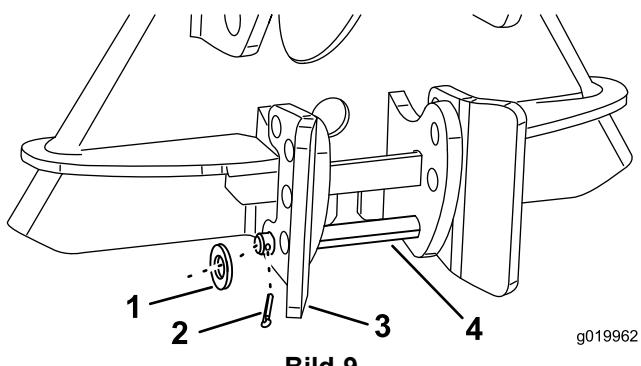

Bild 9
2. Stecken Sie den Stift durch die linke Anschlagplatte und durch das unterste Loch an der anderen Rechenanschlagplatte (Bild 8 und Bild 9).
3. Legen Sie eine Scheibe auf den Lastösenbolzen und befestigen sie mit dem Splint; biegen Sie die Enden des Splints, um ihn zu befestigen (Bild 9).